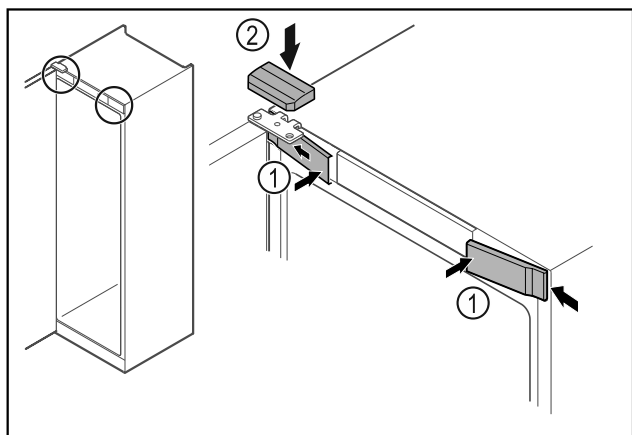

Fig. 23
- ▶ Зацепите боку и защелкните передние крышки Fig. 23 (1).
- ▶ Защелкните верхнюю крышку Fig. 23 (2) сверху.